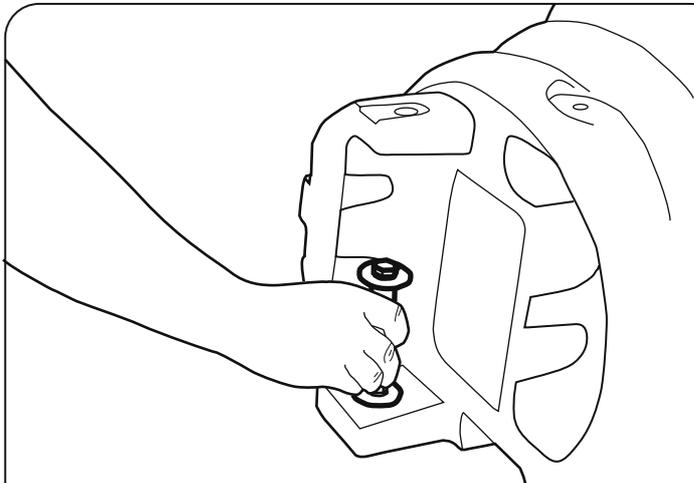

Abbildung 6
Platzieren Sie die „Raupe™“ in die von Ihnen ausgewählte Position und stellen Sie sicher, dass der Boden flach ist. Entfernen Sie vorsichtig alle Teile, außer dem Kopf. Nun kennzeichnen Sie den Boden durch die Mitte der Befestigungslöcher (siehe Abbildung 6) des Kopfes. Entfernen Sie jetzt den Kopf. Nun bohren Sie die gekennzeichneten Löcher mit einer Tiefe von 85mm.
**SCHRITT 3** Platzieren Sie nun den Kopf und setzen Sie die Fixierung 1 (ein Hammer ist vielleicht erforderlich) in das innere Befestigungsloch (Abb. 6) ein. Wenn der Kopf sich in der richtigen Position befindet, ziehen Sie die Schraube mit Hilfe eines 17mm Schraubenschlüssels fest.